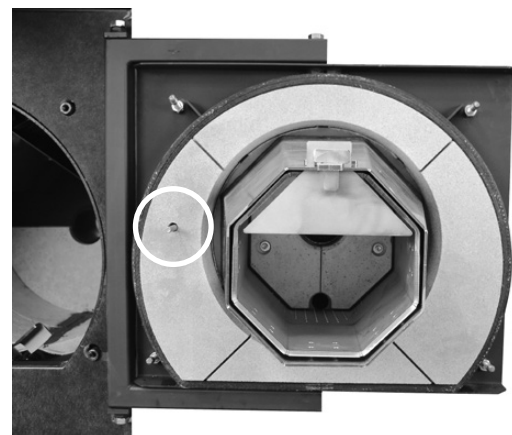

Bild 11
12. Rückstände im Brenner sorgfältig herausaugen - vor allem im hinteren Bereich (direkt unterhalb der Einschubschnecke); es dürfen keine Rückstände in den Luftlöchern verbleiben. Brenner auch oben absaugen. Asche am Brennkammerfühler (Bild 11) abwischen.
2. Stecker abziehen (A)
3. Flügelmuttern lösen (B)
4. Abgas-Sammlerdeckel lösen (C)
5. Asche herausaugen (D, Bild 11)